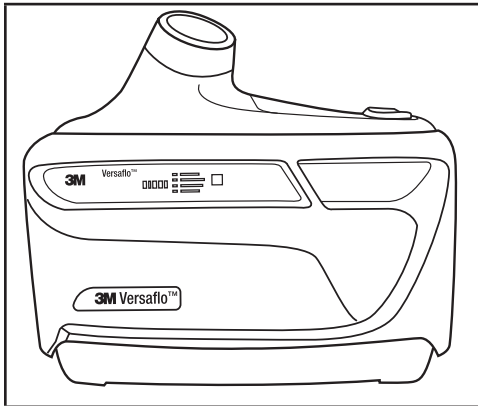

Fig. 15 – Respirador Purificador de Aire Forzado 3M™ Versaflo™ TR-600 con etiqueta visible de filtro/cartucho
- Si usa la cubierta para filtro, la etiqueta del filtro/cartucho debe quedar visible a través de la ventana de la cubierta para filtro (Fig. 15).